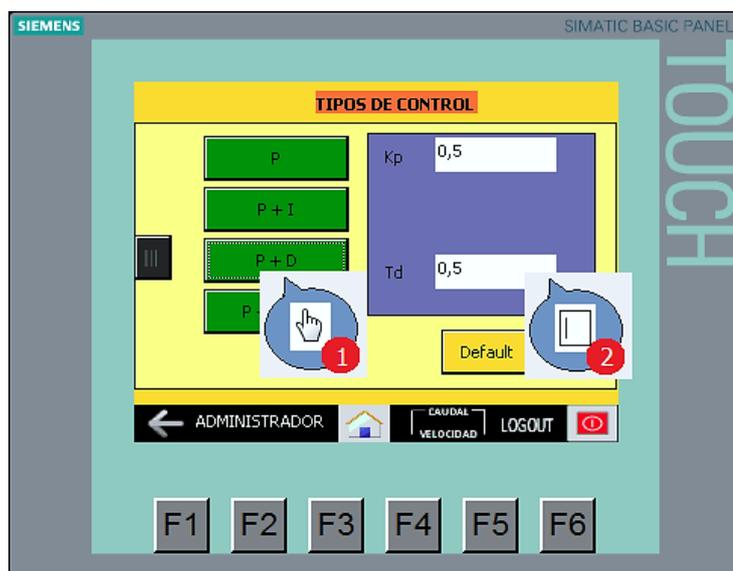

Figura 3.26: Configuración del control proporcional derivativo.
Para configurar este tipo de control se debe ingresar oprimiendo el botón de control proporcional derivativo (PD), entonces se mostrarán activas las constantes de ganancia proporcional K_p y tiempo derivativo T_d como parámetros configurables (figura 3.26).